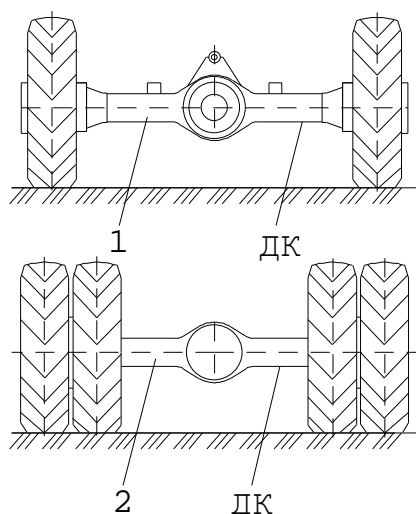

Рис. 8. Места для установки домкратов и подставок
5. Установите под ходовую раму экскаватора подставки (рис. 8) так, чтобы колеса не касались земли; опустите рабочее оборудование на землю, не допуская возможности самопроизвольного сдвига его в период хранения под действием собственного веса; старайтесь максимально втянуть штоки внутрь гидроцилиндров, чтобы уменьшить коррозию штоков.